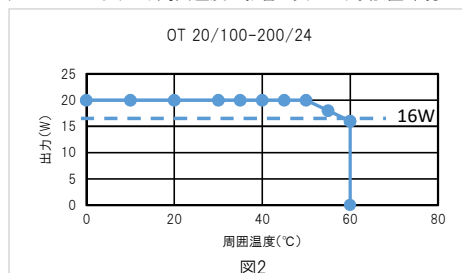

図2
- ・本製品の出力電力は図2のグラフに示す周囲温度に影響を受けます。設置環境をご確認の上ご使用ください。